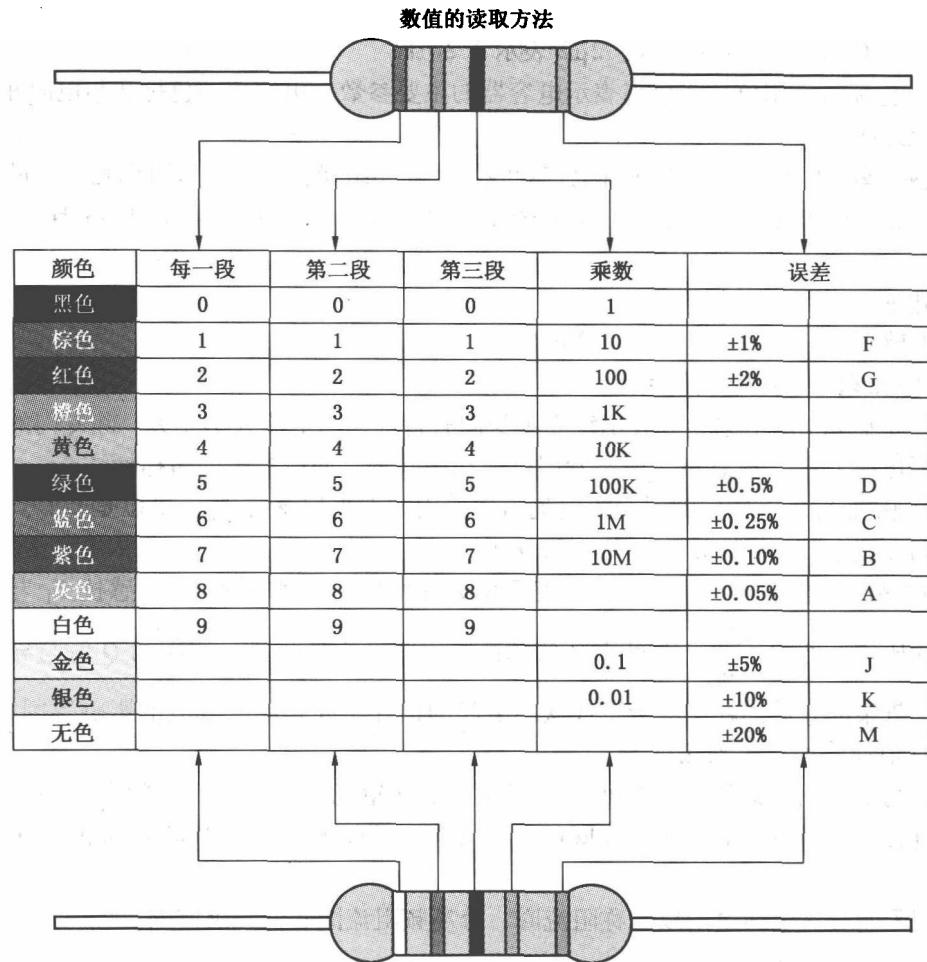

图 1-1 电阻的色标法
(2) 文字符号法。用阿拉伯数字和文字符号两者有规律的组合来表示标称阻值，其允许偏差也用文字符号表示。符号前面的数字表示整数阻值，后面的数字依次表示第一位小数阻值和第二位小数阻值。表示允许误差的文字符号为D、F、G、J、K、M，所对应的允许误差分别为 $\pm 0.5\%$ 、 $\pm 1\%$ 、 $\pm 2\%$ 、 $\pm 5\%$ 、 $\pm 10\%$ 、 $\pm 20\%$ 。
(3) 数码法。在电阻器上用三位数码表示标称值的标志方法。数码从左到右，第一、二位为有效值，第三位为指数，即零的个数，单位为欧姆。误差通常采用文字符号表示。
(4) 色标法。用不同颜色的带或点在电阻器表面标出标称阻值和允许误差。国外电阻大部分采用色标法。黑色0、棕色1、红色2、橙色3、黄色4、绿色5、蓝色6、紫色7、灰色8、白色9、金色 $\pm 5\%$ 、银色 $\pm 10\%$ 、无色 $\pm 20\%$ 。当电阻为四环时，最后一环必为金色或银色，前两位为有效数字，第三位为乘方数，第四位为误差；当电阻为五环时，最后一环与前面四环距离较大，前三位为有效数字，第四位为乘方数，第五位为误差，如图1-1所示。